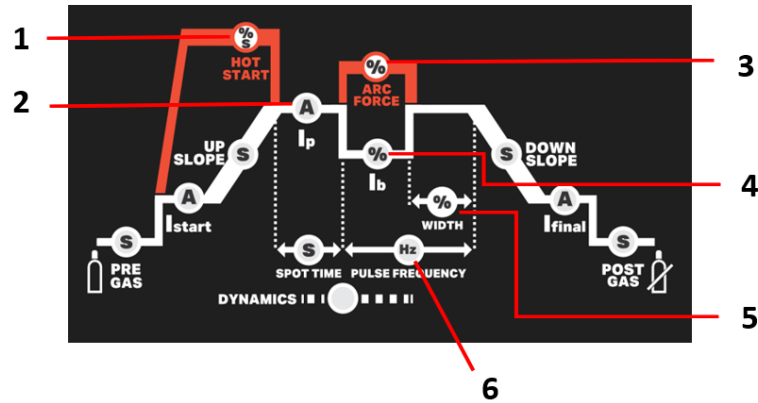

Fig. 2 – Paramètres MMA
(Voir les Article de la Fig. 2)
- Ajuster la valeur du courant au diamètre de l'électrode (Fig.2 - 2), selon le tableau suivant, pour régler les machines en fonction de l'électrode à utiliser et commencer à souder.